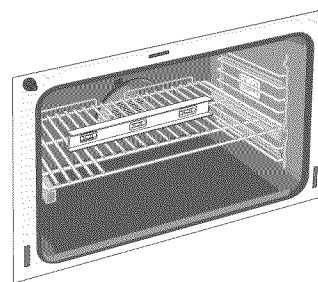

Figure 8
3. Vérifiez si l'appareil est à niveau en installant une grille au centre du four et en plaçant un niveau à bulle sur cette dernière (Figure 8).